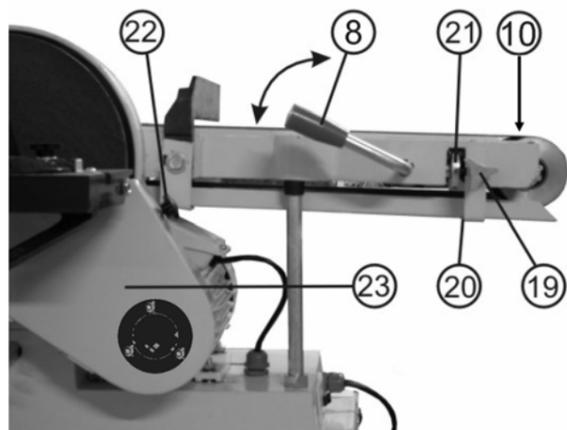

Рис.15
12.2. Замена шлифовальной бумаги на диске (Рис. 15, 16)
Ослабьте фиксирующий винт (22) и откройте крышку (23) кожуха ремня, Рис.15.
12.3. Замена клинового ремня (Рис.15, 16,)
12.3.1. Ослабьте фиксирующий винт (22) и откройте крышку (23), Рис.15.
12.3.7. В обратном порядке установите и закрепите диск (5), Рис.15.
12.3.8. Закройте крышку (23) кожуха ремня и затяните фиксирующий винт (22), Рис.15.